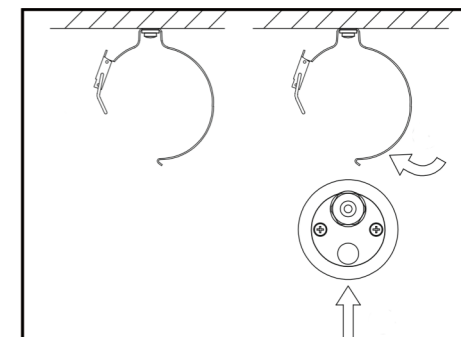
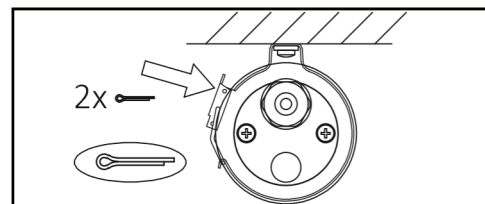
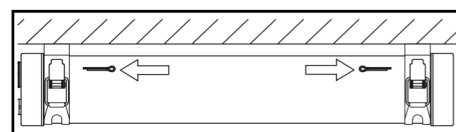

Рис. 2
Рис. 3
Рис. 4
- Закрепите скобы на поверхности установки и вставьте в скобы осветительный прибор (рис. 2). **Внимание!** Для надежной фиксации осветительного прибора необходимо использовать шпильки, которые входят в комплект поставки (рис.3). Для жесткой фиксации положения скобы шпильки необходимо установить в боковые отверстия в замках на скобах (рис. 4).